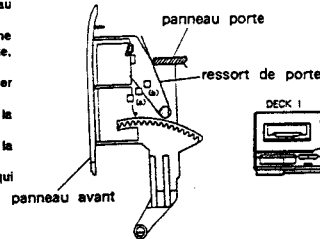
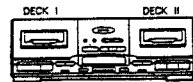

Fig. 6-2
Fig. 6-3
1. Au montage du panneau avant, fixer le ressort de porte à la position (a) conformément à la fig. 6-2 et mettre debout l'ensemble de panneau avant comme illustré sur la Fig. 6-3.